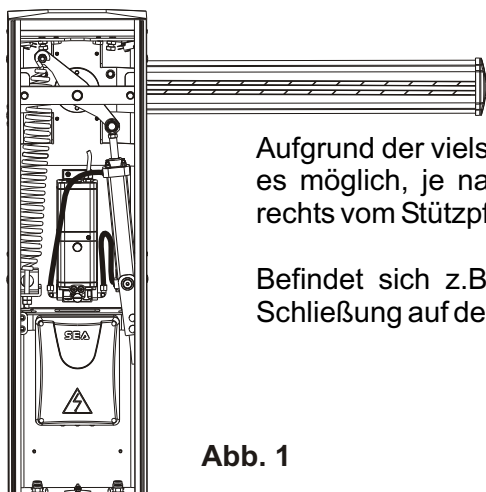

Abb. 1
**N.B.:** Der Antrieb wird serienmässig wie in Abb. 1 geliefert (mit Schliessung nach rechts).
Schranke mit Schließung nach rechts (Abb. 1)